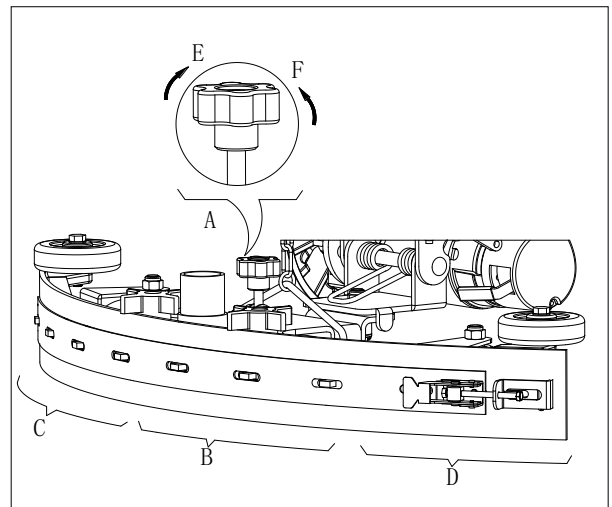

Abbildung 7
1. Bauen Sie das Abziehgummi (13) ein und ziehen Sie den Abziehgummiknauf fest (20), danach verbinden Sie den Vakuumschlauch (19) mit dem Abziehgummi.
2. Stellen Sie die Raker über den Raker-Einstellgriff (A, Abbildung 7) ein.
- a) Bei einer Lücke zwischen dem Boden und dem des Heckrakerblatts (B) wird der Knopf (A) gegen den Uhrzeigersinn in Richtung (F) gestellt, bis das gesamte Heckrakerblatt guten Bodenkontakt aufweist und das vordere Blatt den Boden leicht berührt.
- b) Bei einer Lücke zwischen dem Boden und beiden Blattenden (C und D) wird der Knopf (A) im Uhrzeigersinn in Richtung (E) gestellt, bis beide Heckrakerblattenden guten Bodenkontakt aufweisen und das vordere Blatt den Boden leicht berührt.